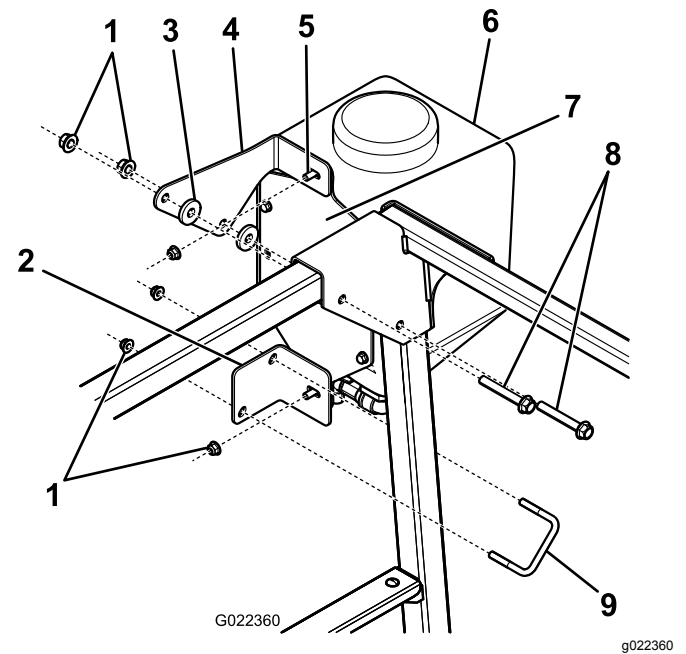

Bild 25
1. Befestigen Sie die obere und untere Halterung des Frischwasserbehälters mit zwei Bundkopfschrauben und Bundmuttern am Frischwasserbehälter (Bild 25).
2. Befestigen Sie die obere Halterung des Frischwasserbehälters mit zwei Scheiben, zwei Schrauben und den vorhandenen Muttern am Überrollschutz (Bild 25).
3. Befestigen Sie die untere Halterung des Frischwasserbehälters mit dem U-Bügel und 2 Bundmuttern am Überrollschutz (Bild 25).